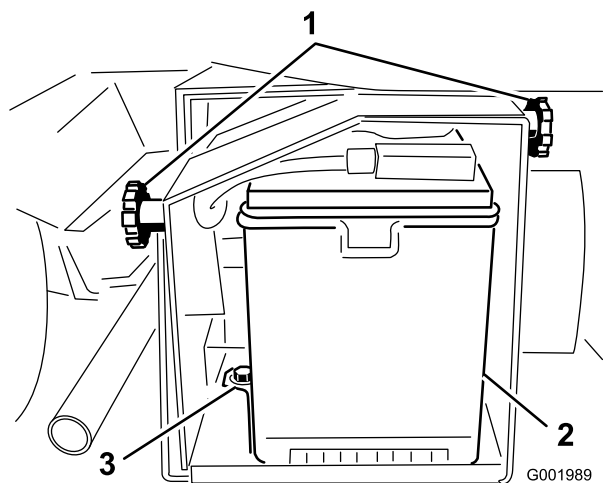

図 56
2. バッテリー・ボックスのノブ(図 56)をゆるめ、カバーを外す。
5. バッテリー・リターナと固定金具を外す(図 56)。
2. バッテリー押さえを元通りに取り付ける(図 56)。
4. バッテリーカバーを元どおりに取り付けノブで固定する(図 56)。
1. バッテリー・ボックスのノブ(図 56)をゆるめ、カバーを外す。